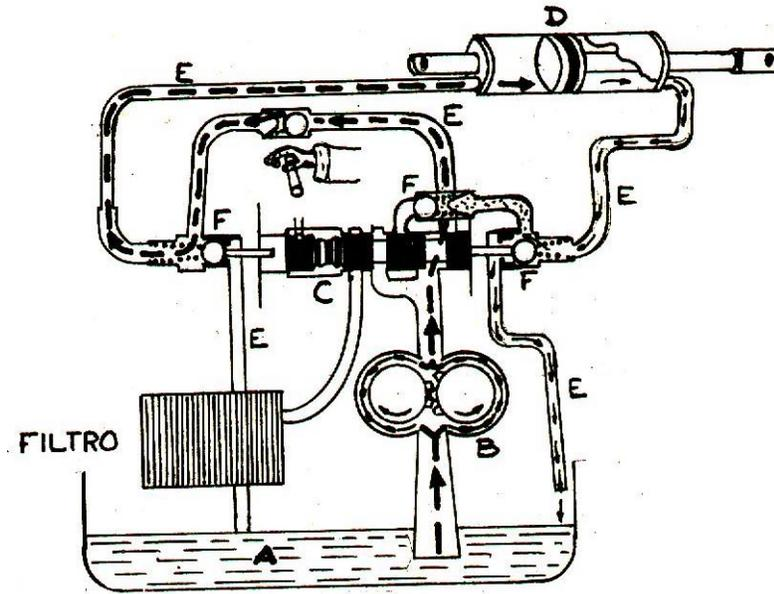

Fig. 23
- Depósito de aceite: (A) lleno generalmente de un aceite para hidráulico y de distintas capacidades.
- Bomba hidráulica (B) la mayoría del tipo de engranajes, encargada de darle presión necesaria al aceite.
- Caja de control: (C) es un dispositivo que tienen por objeto distribuir el aceite para los cilindros de levante y descenso del enganche de tres puntos, o los cilindros del control remoto. Esta caja es accionada por el tractorista por intermedio de una palanca.
- Válvulas esféricas, encargadas de abrir o cerrar las distintas tuberías de acuerdo a la presión de aceite. Y su distribución. (Fig. 23)